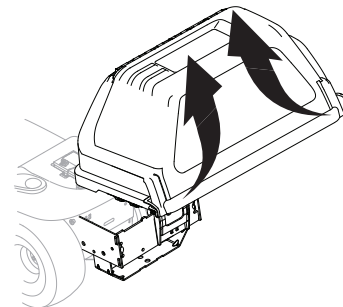

Figure 26
2. Soulevez le couvercle du bac récupérateur en pressant sur l'encoche arrière droite et sur l'encoche arrière gauche et en soulevant la partie arrière du couvercle. Voir Figure 26. Ne retirez pas le boyau de la goulotte.